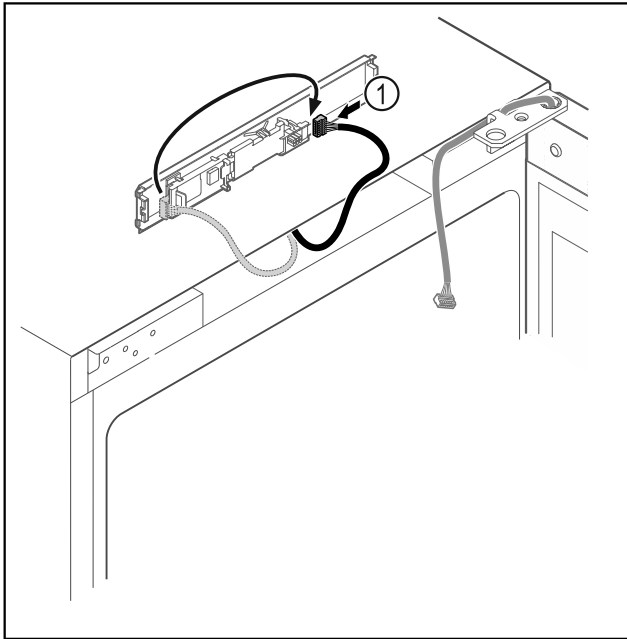

Fig. 14
- ▶ Dugja át a dugót Fig. 14 (1) a NYÁK-ba.